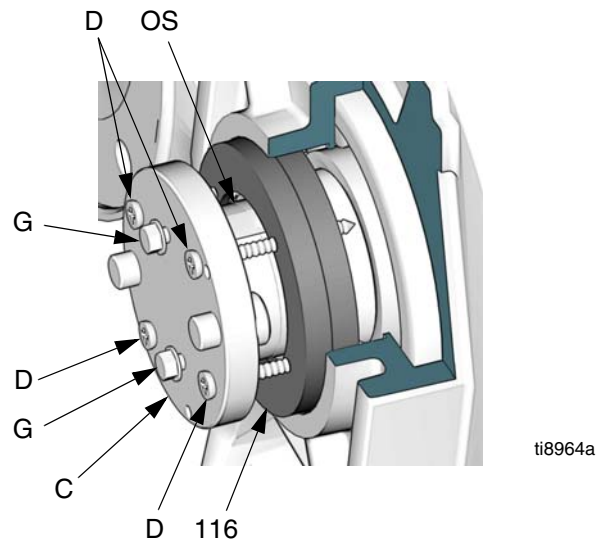

FIG. 25. Ta bort packningar till utgående axel
7. Sätt tejp över den ingående axelns nyckelingång för att förhindra skada på den nya packningen. Packa den ingående axelns packningshållighet med art.nr 107411 smörjfett. Montera den ingående packningen (109) med läppen inåt, tills packningen når axeln på reduktionsväxelns hus. Ta bort tejp.
8. Kontrollera att den medföljande packningen sitter på oljedräneringspluggen (118) och skruva sedan in pluggen i reduktionsväxeln. Vrid till 34 N•m (25 ft-lb).
10. Ta bort de två utgående packningarna (116) enligt följande:
- a. Se FIG. 25. Sätt verktyget (C) på den utgående axeln (OS). Vrid verktyget 90°. Montera och dra åt de två 13 mm-skruvarna (0,5 tum) (G) för att låsa fast verktyget på plats.
- b. Borra pilothål på 3 mm (1/8 tum) i diameter (maximalt) i packningarna (116), och använd hålen för de härdade plåtskruvarna (D) som mall. Montera de härdade plåtskruvarna (D) genom verktyget och in i packningarna (116).
- c. Dra åt skruvar (D) jämnt för att dra ut båda packningarna.